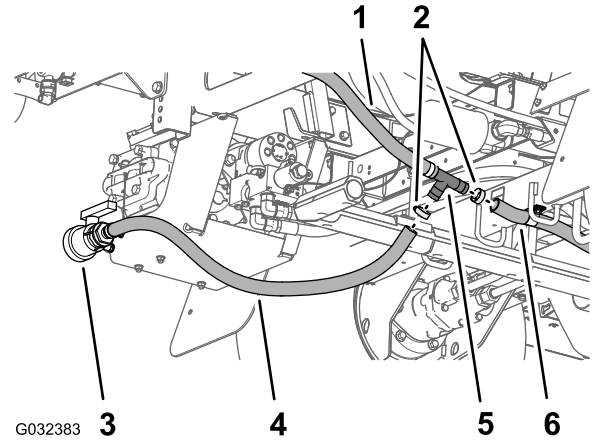
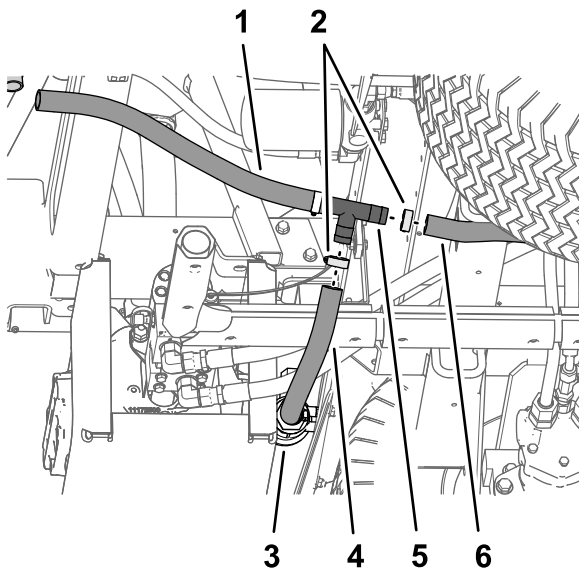

Figura 42
Figura 43
- Retire a união em T do tubo da válvula de drenagem do tubo de drenagem do depósito traseiro (Figura 42 e Figura 43).